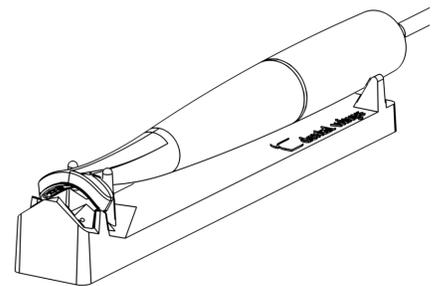

Figura 4: Uso de la herramienta de comprobación de integridad
3. Coloque la pieza de mano en la herramienta de comprobación de la integridad, asegurándose de que ambos lados del cabezal descansan totalmente en la herramienta (Figura 4).